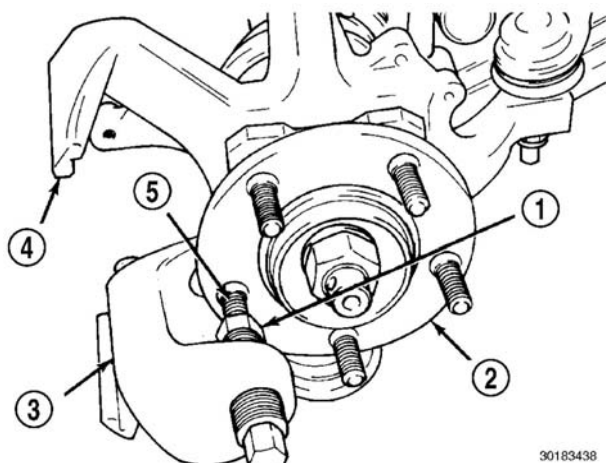

图 35 拆卸车轮螺栓（典型）
(6) 为拆卸车轮安装螺栓，安装车轮螺母到车轮安装螺栓上，并使螺栓螺纹的末端与螺母的端面平齐。安装专用拆卸工具 C-4150A 到轮毂和轴承总成上（图 35）。
(7) 拧紧专用工具，将车轮螺栓从轮毂法兰上压出来。当车轮螺栓的肩部超过法兰时，从轮毂和轴承上拆卸下专用工具。从螺栓上卸下螺母，并从轮毂法兰上卸下螺栓。